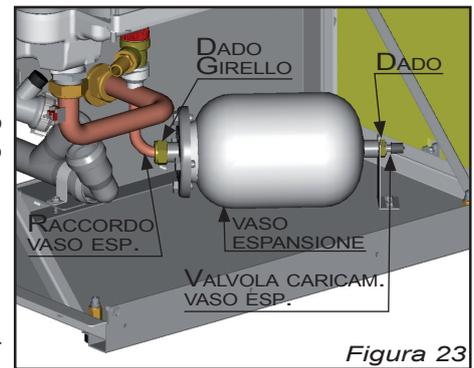

Figura 23
- 2) Svitare il dado girello (CH 24) del raccordo vaso d'espansione ed il dado della valvola di caricamento (figura 23).